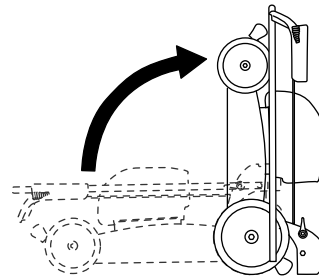

Figura 19
6. Levante la parte delantera de la máquina con el manillar y llévela al lugar de almacenamiento (Figura 19).